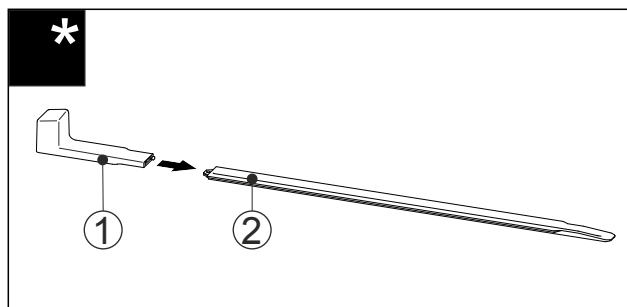

Fig. 54
- ▶ Nataknite montažnu ručku Fig. 54 (1) na tračnicu za niveliranje Fig. 54 (2).